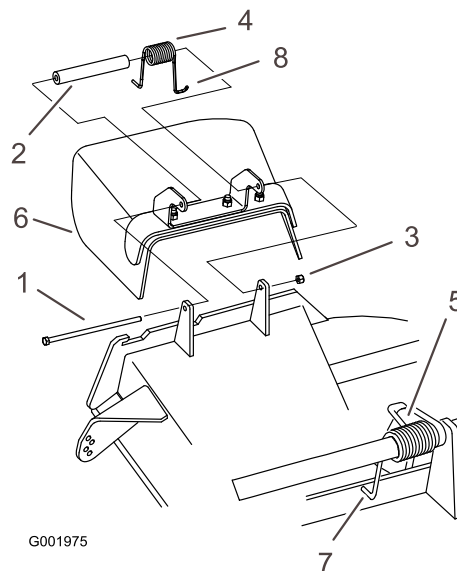

Figure 71
1. Retirez le contre-écrou, le boulon, le ressort et l'entretoise qui fixent le déflecteur aux supports de pivot (Figure 71). Enlevez le déflecteur s'il est endommagé ou usé.
**Remarque:** Prenez soin de placer l'extrémité en L du ressort derrière le bord du plateau avant de mettre le boulon en place, comme indiqué à la Figure 71.
3. Remettez le boulon et l'écrou. Accrochez l'extrémité en J du ressort au déflecteur d'herbe (Figure 71).